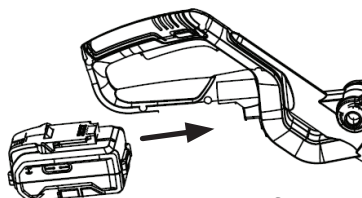

FIG 8
INSTALLATION OU RETRAIT DU BLOC-BATTERIE (FIG 8)
- Pour installer le bloc-batterie, coulissez-le au bas de la poignée arrière jusqu'à ce qu'il se verrouille en place par un clic, comme illustré à la FIG. 8. Tirez légèrement sur la batterie pour vous assurer qu'elle est ancrée et qu'elle ne tombera pas accidentellement du produit.